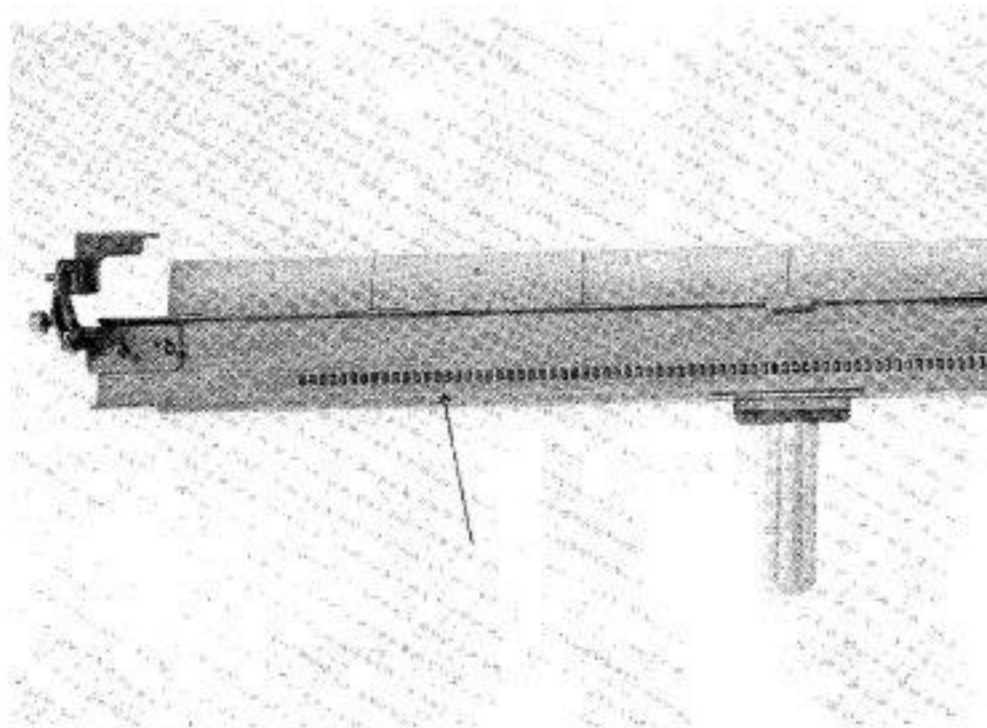

Fig. 27
- (2) Rack Gear (See Fig. 27.)